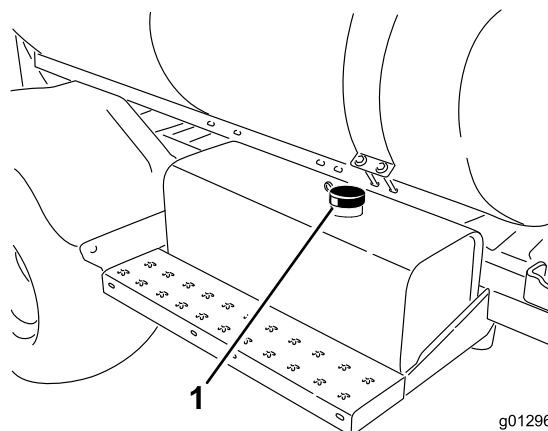

Figure 56
3. Nettoyez la surface autour du bouchon du réservoir d'huile hydraulique et enlevez-le (Figure 56).